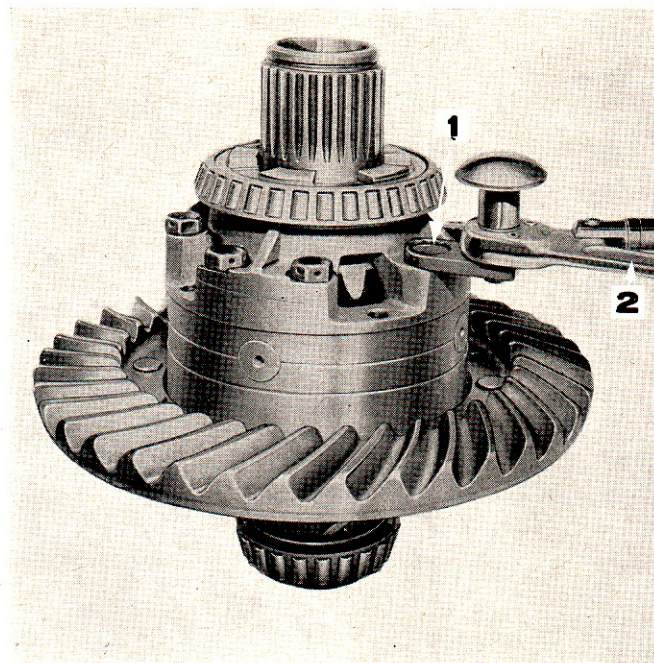

Figure 63: Blocage des boulons du boîtier de différentiel
3. Bloquer les boulons de fixation au couple spécifié (voir Spécifications, Chapitre 3). Pour les différentiels comportant un blocage, utiliser l'adaptateur spécial No T4091 ou tout autre adaptateur approprié permettant d'utiliser la clé dynamométrique une fois le roulement en place (Figure 63).